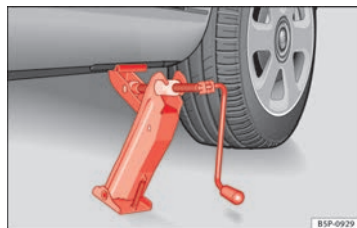

Abb. 175 Wagenheber
- Richten Sie den Wagenheber so aus, dass seine Klaue den Steg des Unterholms umfasst und die bewegliche Grundplatte plan auf dem Boden aufliegt → Abb. 175.